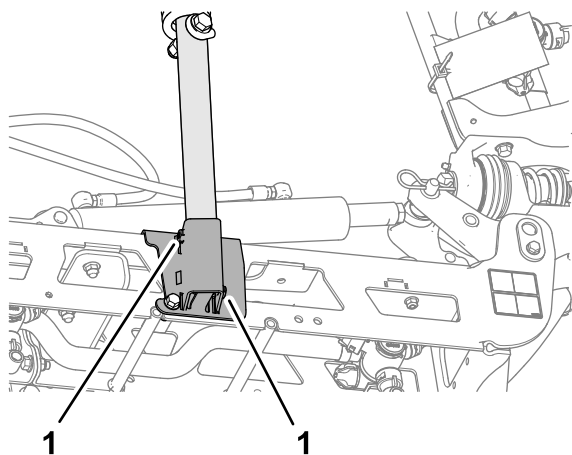

Figura 111
3. Afloje los 2 tornillos de fijación que sujetan el tubo inferior del soporte (Figura 111).